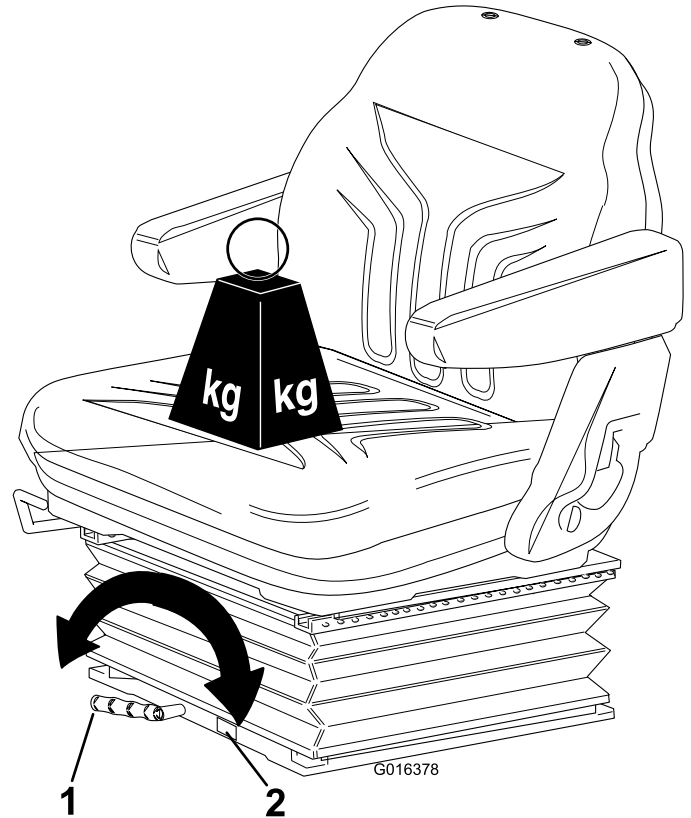

Figure 12
- **Réglage selon le poids de l'utilisateur :** Tournez la poignée dans le sens horaire pour augmenter la rigidité de la suspension et dans le sens antihoraire pour la réduire. Le cadran indique que le réglage optimal de la suspension a été effectué en tenant compte du poids de l'utilisateur (kg) (Figure 12).